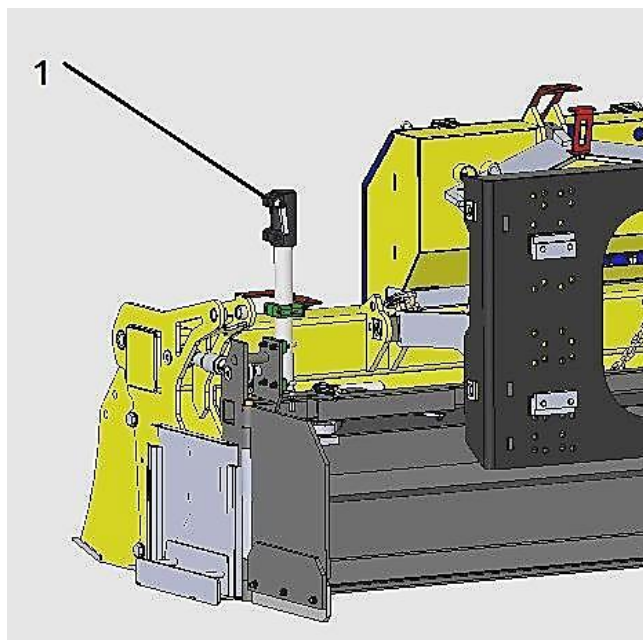

Рисунок 4
В оба держателя (1) с левой и правой стороны устройства LEVELKING LK вставляются алюминиевые трубы (2) для лазерных датчиков LEICA (3), затем они фиксируются зажимными рычагами (см. рисунок 4 + 5).